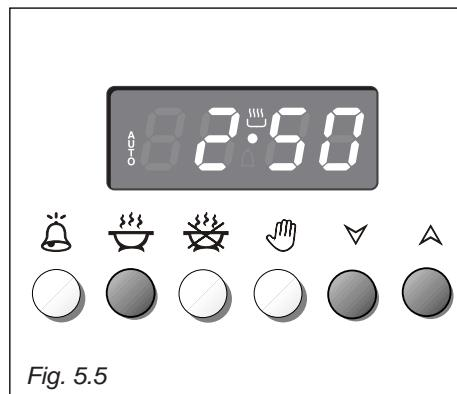

Fig. 5.5
1. Tilberedningslengden stilles inn ved å trykke på og for å øke tiden eller for å redusere tiden (Fig. 5.5). **AUTO** og lyser i displayet.